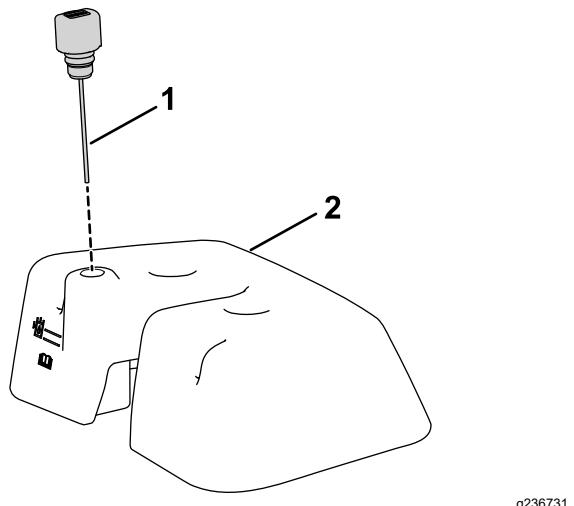

Figura 14
5. Instale la varilla en el depósito del detector de fugas (Figura 14).